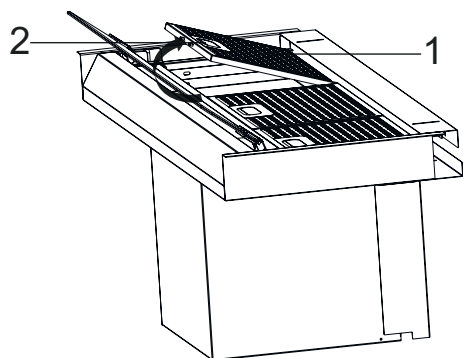

Fig. 12
1. Retire el paquete del aparato y coloque los filtros de aluminio hacia arriba. (Fig. 12).
Presione el pestillo del filtro de aluminio (Fig. 12/1) y tire hacia arriba (Fig. 12/2) para retirarlo.